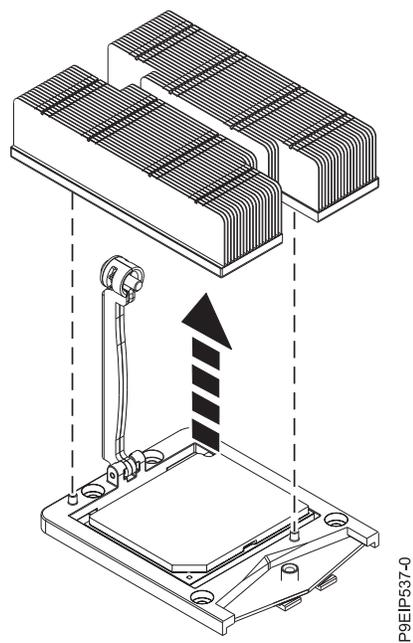

図 56. ヒート・シンクの取り外し
5. ヒート・シンクをつかみ、示されているように、まっすぐ上に持ち上げて取り外します (図 56 を参照)。